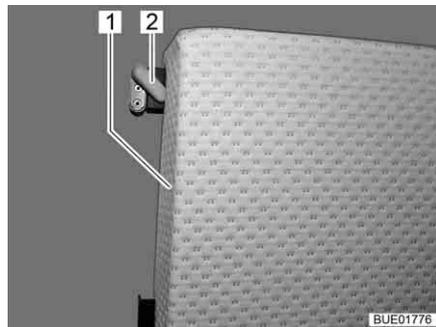

Bild 139 Befestigung Zusatzpolster
- Halteriegel (Bild 139,2) drehen und Zusatzpolster (Bild 139,1) aus der Halterung im Schrank entnehmen.